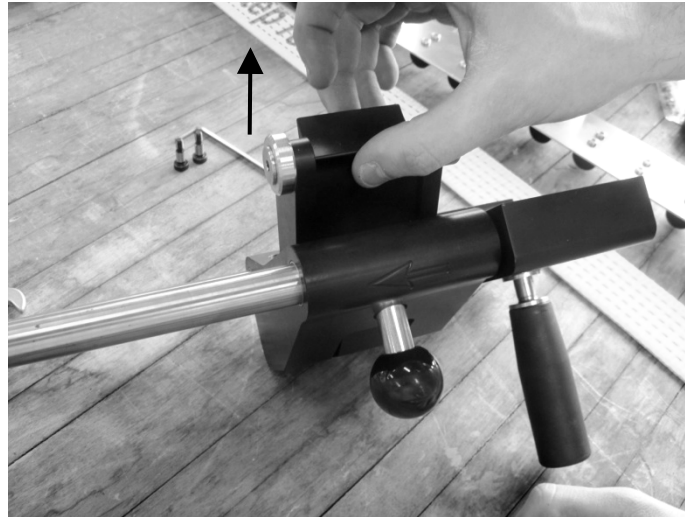

Fig. 22
3. Demontera genom att hålla ned klammern ovanför bladet, se Fig. 22